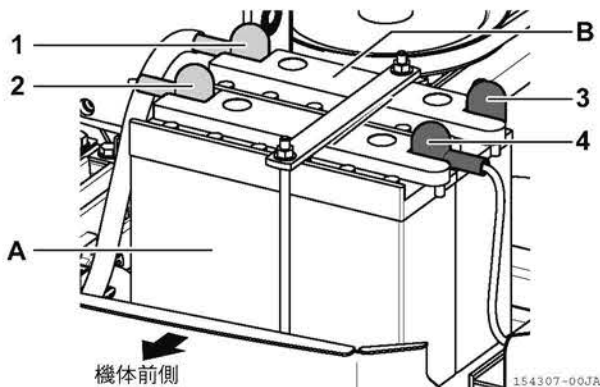

図 4-49
1. バッテリー (A) のプラス (+) 端子 (2) とバッテリー (B) のマイナス (-) 端子 (3) を接続します。(図 4-49)
2. バッテリー (B) のプラス (+) 端子 (1) に本機のプラス (+) ハーネスを接続します。(図 4-49)
3. バッテリー (A) のマイナス (-) 端子 (4) に本機のマイナス (-) ハーネス (アース線) を接続します。(図 4-49)